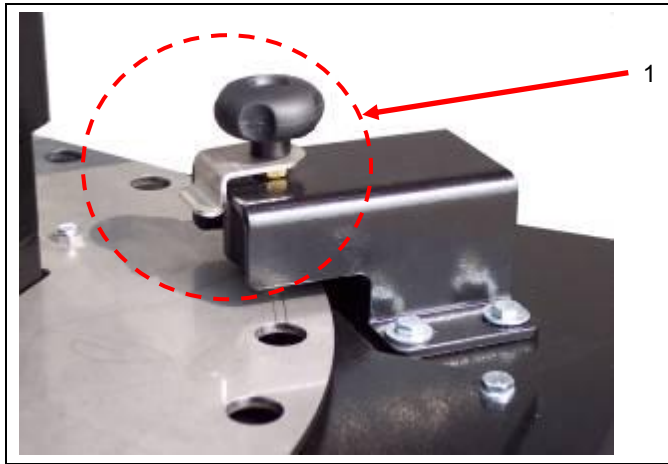

Abbildung 5.7 – Drehen des Masts
➊ Richten Sie den Mast nach Bedarf aus. Der Mast kann um 340° gedreht werden, indem der Bolzen (Abb. 5.7, Nr. 1) angehoben und der Mast dann gedreht wird.
- ❶ Schalten Sie die Scheinwerfer aus.
- ❷ Wurde der Flutlichtmast verstellt, bringen Sie ihn wieder in die Ausgangsstellung zurück und verriegeln Sie ihn mit Hilfe des Bolzens (Abb. 5.7, Nr.1).